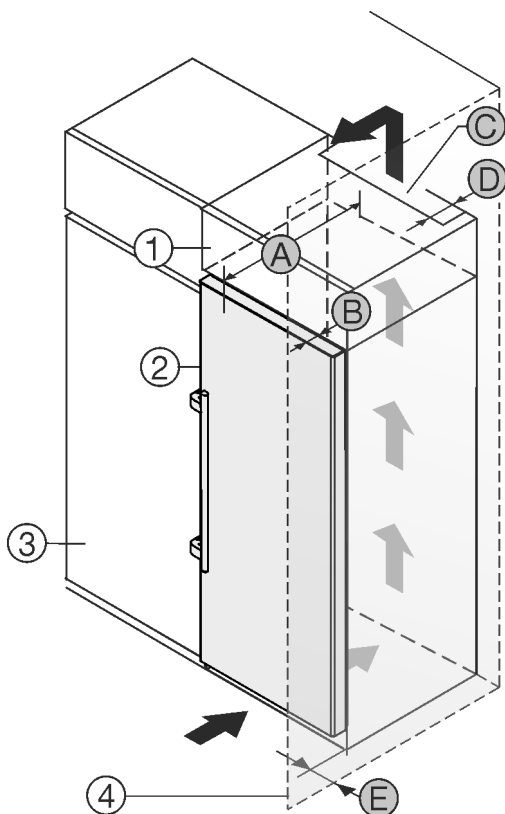

Fig. 2
A készülék közvetlenül a konyhaszekrény Fig. 2 (3) mellé állítható.\*
A rátétszekrény hátoldalán egy megadott mélységű Fig. 2 (D) szellőzőaknákat kell kialakítani a rátétszekrény teljes szélességében.\*
szetet Fig. 2 (C)\*
Ha a készüléket a zsanérjaival a fal Fig. 2 (4) mellé állítja fel, legalább 57 mm távolságot kell tartani a faltól. Ez a fogantyú túlnyúlásának felel meg, amikor kinyitja az ajtót.\* Ahhoz, hogy az ajtót teljesen ki tudja nyitni, a készüléknek a konyhaszekrény elülső oldalához képest legalább az ajtó mélységének Fig. 2 (B) megfelelően ki kell állnia. A konyhaszekrények Fig. 2 (3) mélységétől és a fali távtartók használatától függően a készülék nagyobb mértékben is túllóghat előre felé.\*